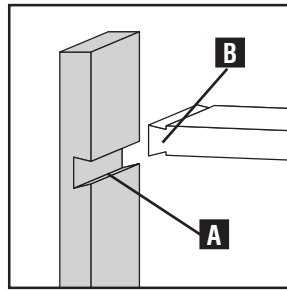

Fig. H1
Las colas de milano deslizantes cónicas en general se usan para armar estantes. Esta junta se crea con una ranura ligeramente cónica (A) Fig. H1 y una espiga (B) también ligeramente cónica. La espiga cónica impide que la junta se ajuste hasta las últimas pulgadas, lo que facilita el ensamblaje.
- La tabla con espiga (B) Fig. H1 debe tener un espesor de al menos 16 mm (5/8").
- La tabla con ranura (A) debe tener un espesor de al menos 13 mm (1/2").